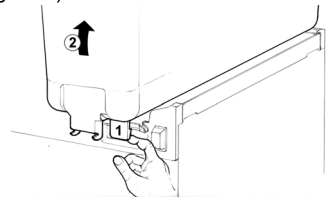

figura 1
**2** Quitar el contenedor vacío levantándolo por la parte **anterior** y desprendiéndolo de la junta (ver figura 1).